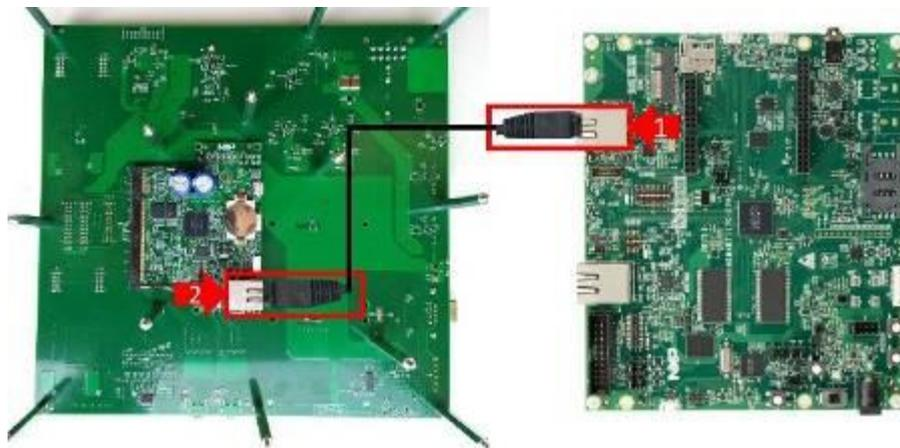

图67. 使用以太网电缆将i.MX RT1170 EVK板连接到子卡
2. 如图67所示，使用一根RJ-45以太网线缆，将i.MX RT1170 EVK板连接到i.MX RT工业驱动开发平台：